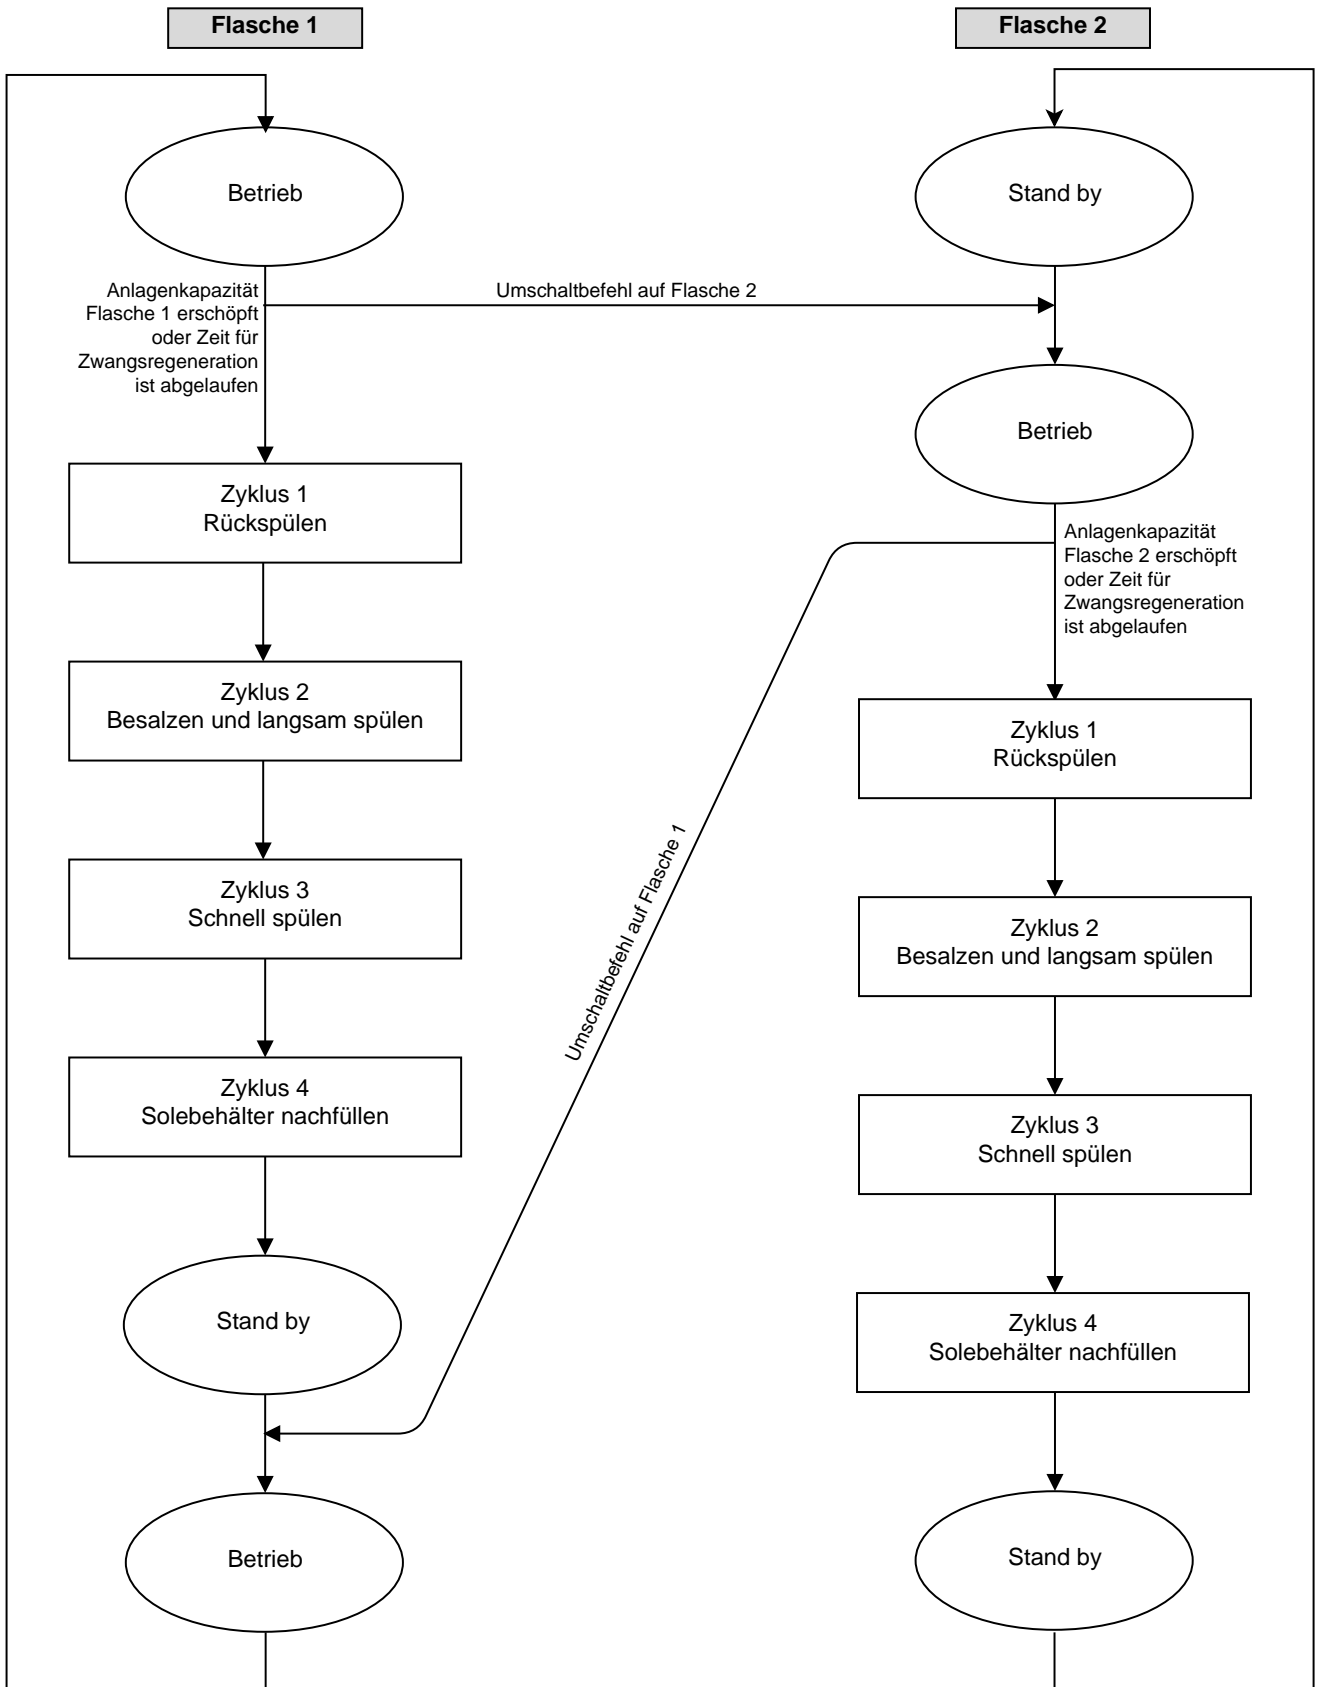
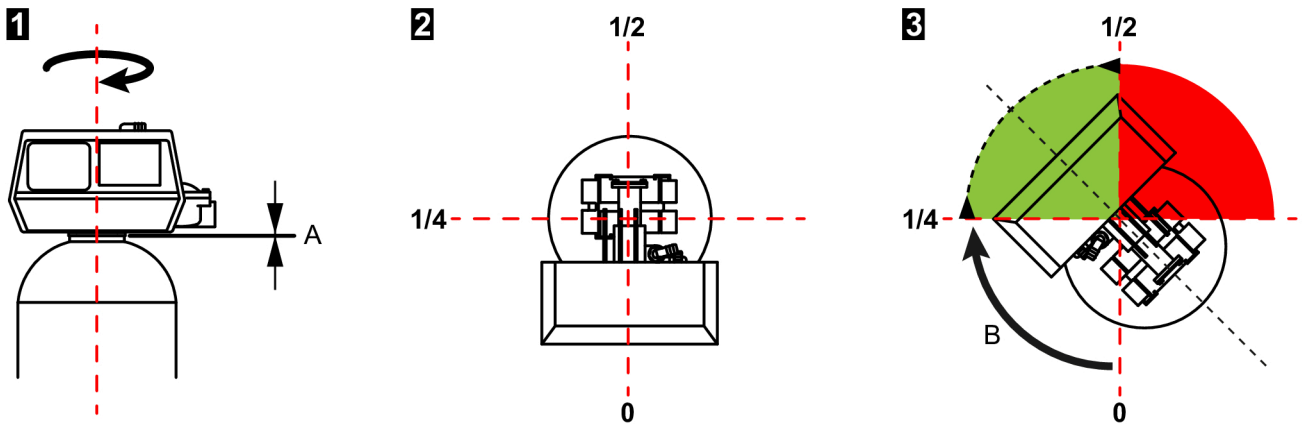

Abb. 2: Schematischer Betriebsablauf
Abb. 3: Montage Zentralsteuerventil
- ▶ Liegt das Zentralsteuerventil entsprechend am O-Ring an, ist (ausgehend von Bild 2) abschließend nochmals eine  $\frac{1}{4}$  -  $\frac{1}{2}$  Umdrehung des Zentralsteuerventils zu tätigen (Bild 3).